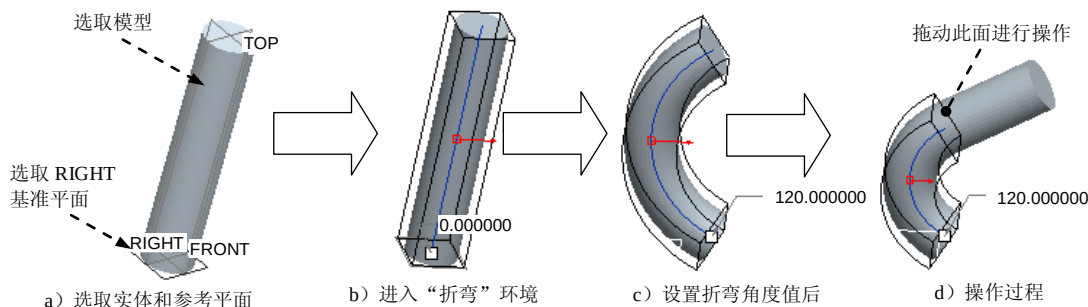

图 5.2.19 “折弯”操作
Step3. 在系统 **选择要扭曲的实体、面组、小平面对曲线。** 的提示下，选取图形区中图 5.2.19 a 所示的模型；单击操控板中的 **参考** 选项卡，在“参考”选项卡的 **方向** 区域下单击 **PRT_CSYS_DEF:F4(坐标系)** 字符，再在模型树中选取 RIGHT 基准平面。
- 拖动图 5.2.19 d 中的面，可以调整拉伸的起点和长度。